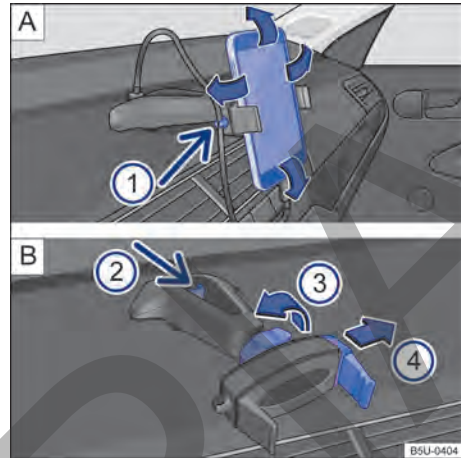

Fig. 225 En la consola central: soporte para smartphone y ajustes.
- Sujetar el soporte con una mano y presionar la tecla de desbloqueo → fig. 225 [B] ② (flecha).
- Con la varilla → fig. 225 [B] ④ mover en la dirección de la flecha e instalar el smartphone en el alojamiento.
- Con la otra mano mover la varilla → fig. 225 [B] ④ hasta que se pueda retirar el aparato del alojamiento.
- Colocar el cable USB en la entrada del cargador USB del soporte existente en el panel de instrumentos → fig. 225 [A].
- Sujetar el cable en el soporte → fig. 225 [A] ①.
- Para liberar el movimiento del soporte, girar la traba → fig. 225 [B] ③ en la dirección opuesta de la flecha.
- Para fijar la posición, girar la traba en el sentido de la flecha ③ → fig. 225 [B] hasta la fijación completa del soporte.
El soporte para smartphone tiene una garantía de 3 años, con excepción de la varilla deslizante (garra) → fig. 225  ④ que tiene garantía de 1 año.